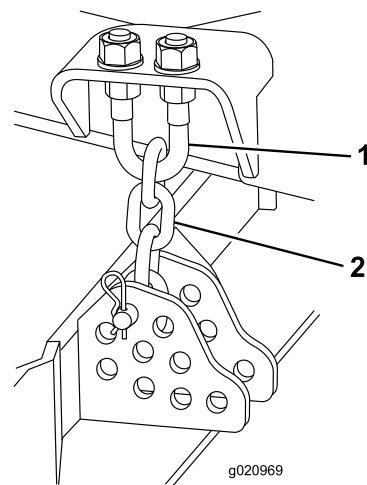

Figura 110
1. Desaperte as porcas de retenção na zona superior ou inferior da cavilha em U da correia da altura de corte (Figura 110).